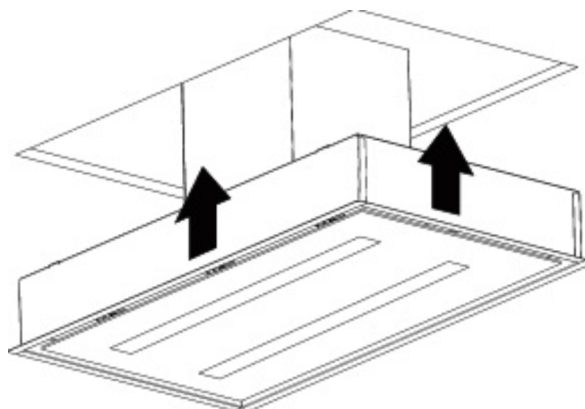

Fig. 15
4. Produktet skal nu skubbes op i hullet (Fig. 15).